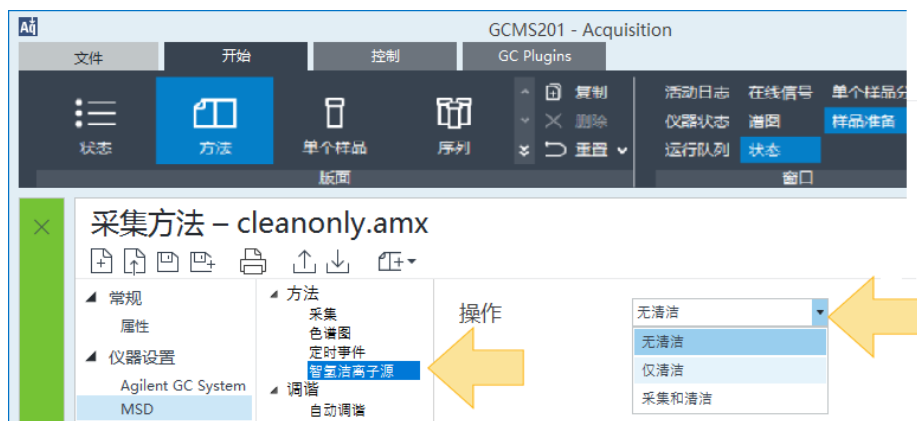

图 11 仅清洁智氢洁离子源方法
- 3 单击**智氢洁离子源**，然后从**操作**下拉菜单中选择**仅清洁**。如果 MSD 未配置智氢洁离子源气体控制器，则无法使用此选项。（请参见图 11。）